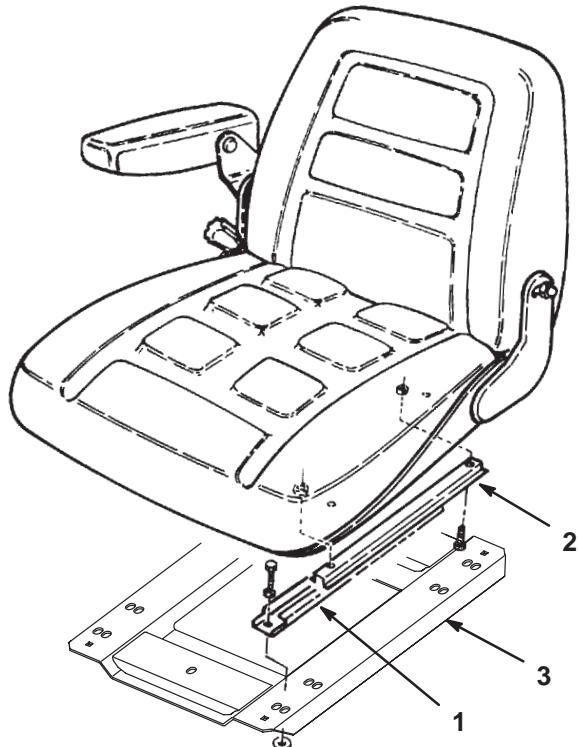

Bild 2
1. Nehmen Sie die Versandbefestigungen ab, mit denen die unteren Sitzschienen an den oberen Sitzschienen befestigt sind. Achten Sie auf die Ausrichtung der unteren Schienen, damit Sie diese wieder ordnungs-gemäß einbauen (Bild 2).
2. Schieben Sie unteren Schienen auf die oberen Schienen (Bild 2).
4. Befestigen Sie die Schienen lose an der Sitzplatte. Verwenden Sie die mit dem Sitz gelieferten Befestigungs-teile (Bild 2).